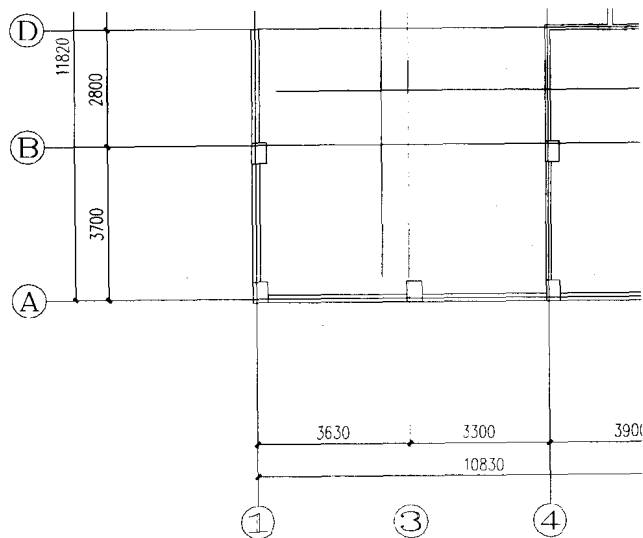

图 1-10 B 轴柱子示例
- (3) 使用工具菜单下的自由复制命令生成 (1, B)、(4, B) 上的 2 个柱子。选取 (1, A)、(4, A) 上的两个柱子，复制后，向上移动 3350，即生成如图 1-10 所示的 B 轴上柱子[注意：可以将 B 轴向上偏移 (Offset) 60 作为辅助线，用以对齐 (1, B)、(4, B) 柱的柱位，移动柱子使上边对齐辅助线，确认后应删除辅助线]。